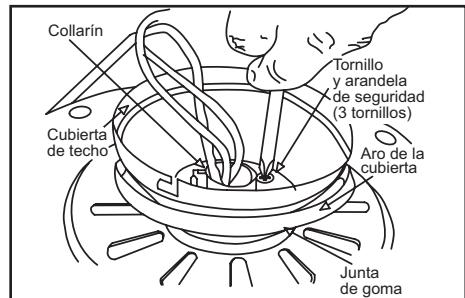

Figura 10
6. Alinea los orificios de montaje con los orificios del motor y asegura con los tres tornillos y arandelas de seguridad retiradas en el paso 4 (Figura 10).